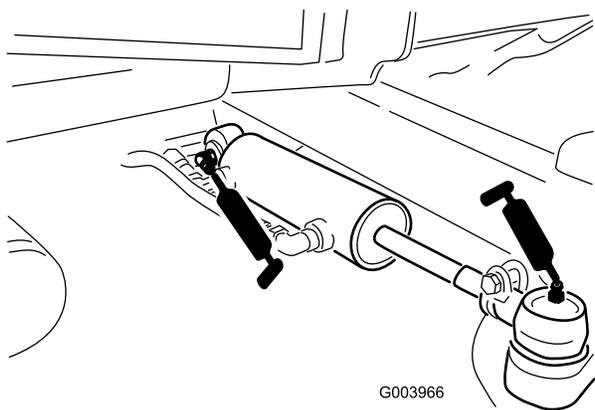

Рисунок 47
- Шаровые опоры гидроцилиндра рулевого управления (2 шт.) (Рисунок 47)